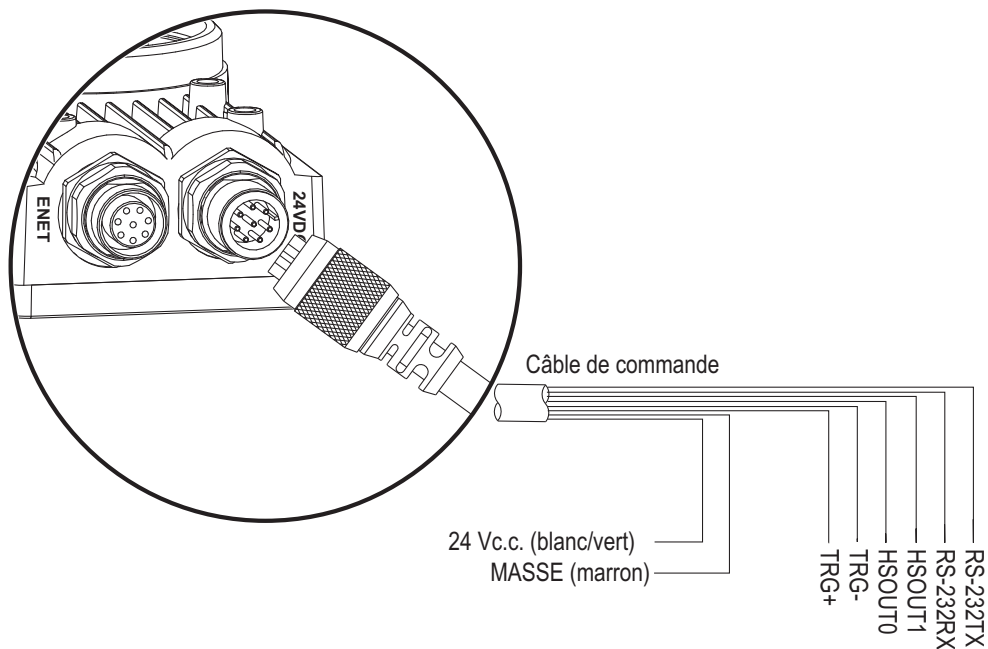

Figure 3-4 : Connecteurs d'alimentation
4. Raccordez le bloc d'alimentation au câble de commande (Figure 3-4). Branchez le câble de commande sur le connecteur 24 Vc.c. du capteur.